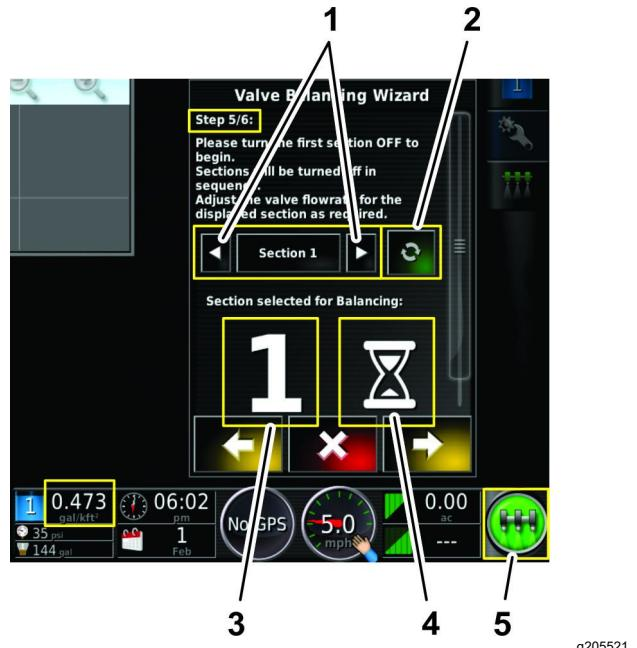

Figura 55
- Attendete che il software GeoLink elabori l'azione della portata (Figura 55).